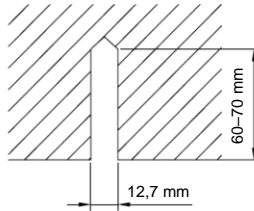

Abb. 6
- (2) Installieren Sie die Schrauben in der Decke. Die Decke muss das Gewicht des Gerätes aushalten. Markieren Sie die Schraubenpositionen gemäß der Installationsschablone. Bohren Sie Löcher von 12,7 mm Durchmesser mit einer Schlagbohrmaschine. (Abb. 6)